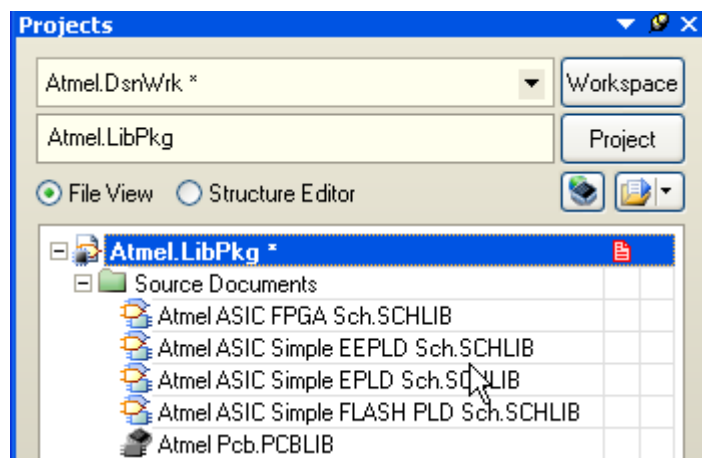

图14-13 添加了SCHLIB、PCBLIB文件
- (6) 重复 (5) 步，把4个.SCHLIB的文件添加完。
- (7) 重复 (5) 步，选择刚转换的.PCBLIB文件，将其添加到项目中，如图14-13所示。